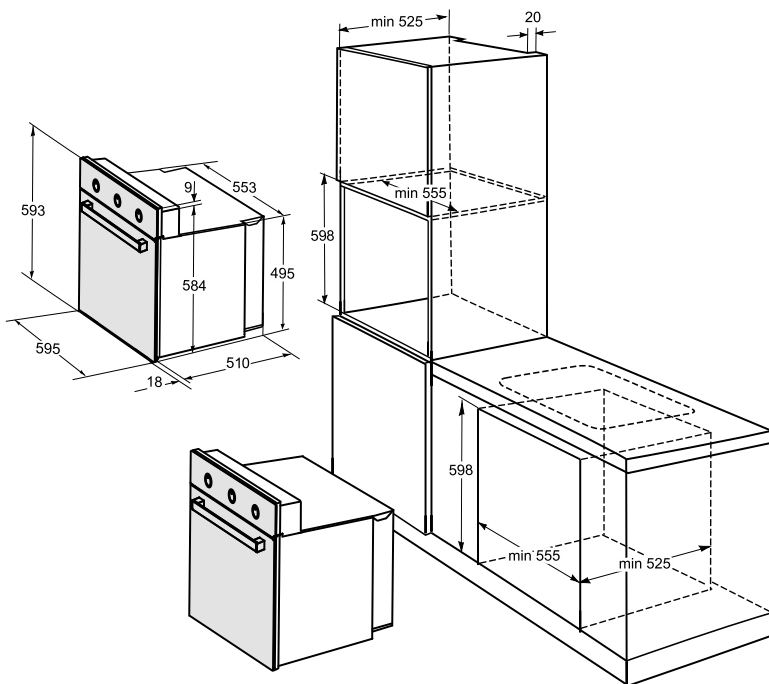

рис. 1
- Духовой шкаф устанавливается в нишу в кухонной мебели (см. рис. 1).
- Размеры между различными частями духового шкафа и окружающими его частями предметов обстановки показаны на рис. 1.